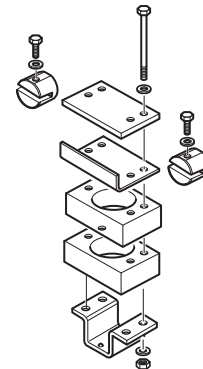

Fig. 26
- Les deux plaques d'entretoise de 30 mm d'épaisseur peuvent compenser au choix un écart de 30 mm ou de 60 mm. (Fig. 26).